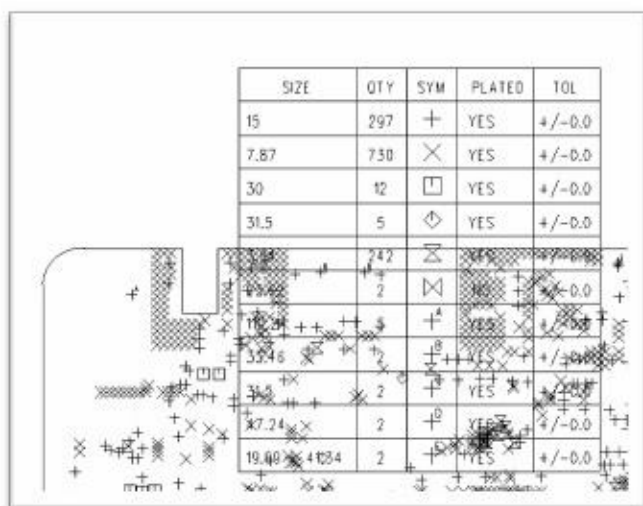

图 34 孔径表与孔径图重合
1) Drill Drawing 层的孔径表与孔径图重合，如图 34 所示，需要调整孔径表的偏置位置。